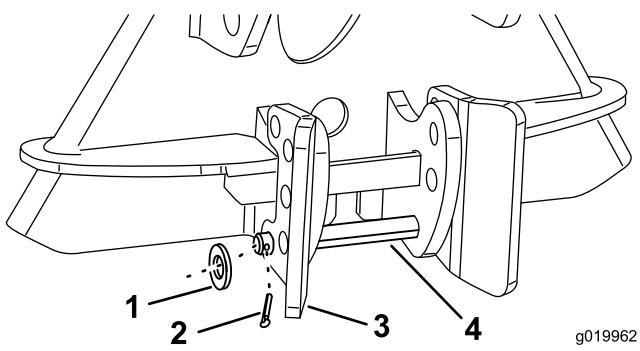

Figura 9
2. Fate scorrere il perno nella piastra di arresto sinistra e nel foro inferiore sull'altra piastra di arresto rastrello (Figura 8 e Figura 9).
3. Fate scorrere una rondella sul cavallotto con perno e fissate con la coppiglia, piegando le estremità della coppiglia in modo da fissare (Figura 9).